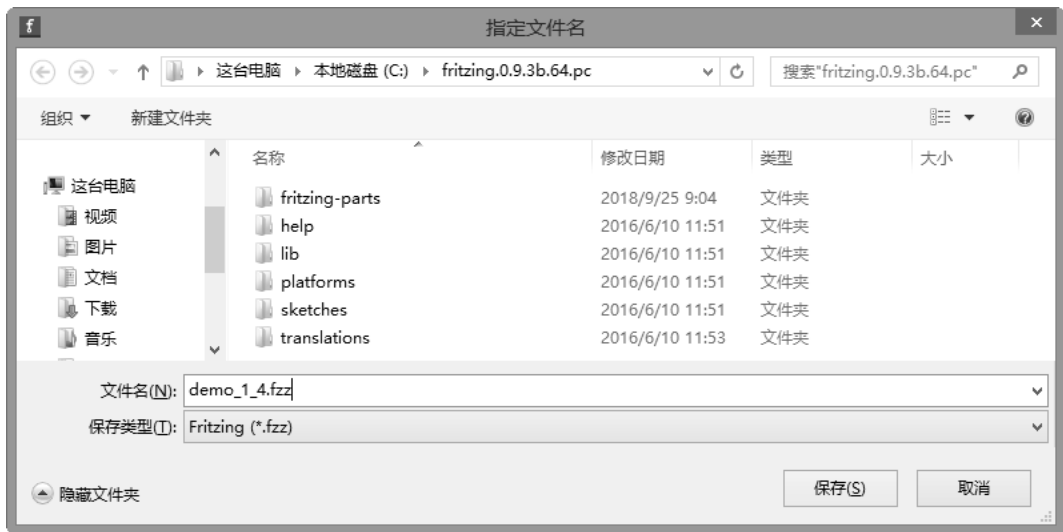

图 1-45 输入文件名
(8) 在弹出的文件保存对话框中，选择保存路径，输入文件名，点击“保存”按钮，完成电路设计图的保存，如图 1-45 所示。